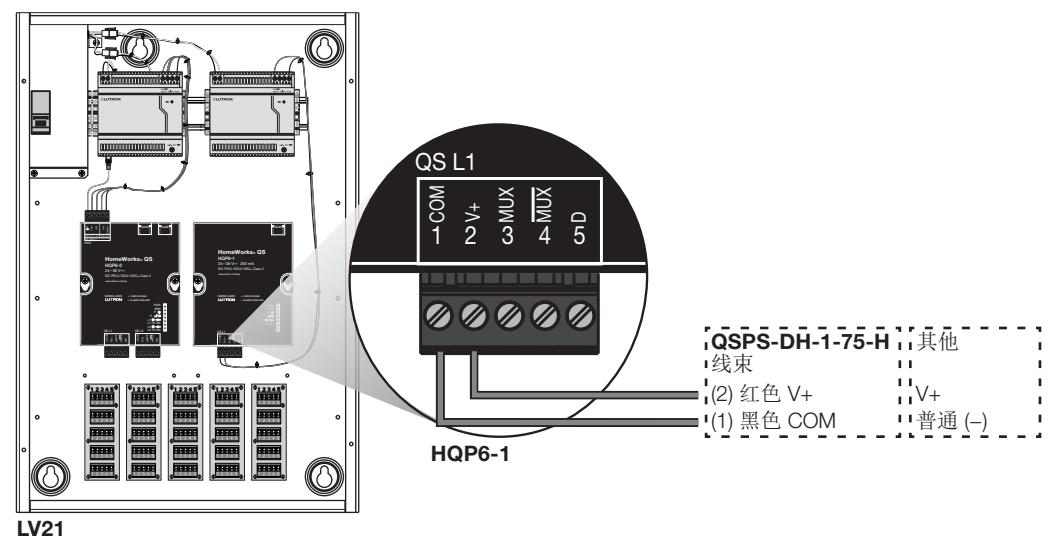

图 3—LED 功能
4. 验证操作: 查看部件前端的 PWR LED, 确认部件电源已打开。更多诊断信息可从部件上其他诊断 LED 上获得。请参阅图3 了解诊断 LED 的说明。